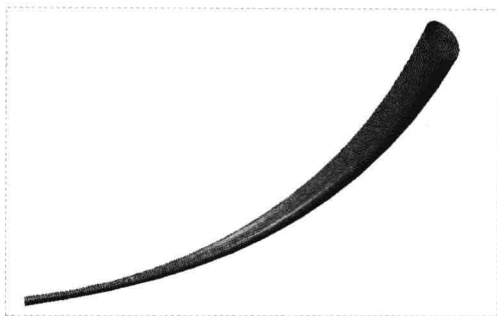

图 9-43 创建扫描混合曲面
Step 05 单击“关闭”面板中的“确定”按钮，完成截面绘制并退出草绘环境，单击“应用并保存在工具中所做的所有更改，然后关闭工具操控板”按钮，即可创建扫描混合曲面，如图 9-43 所示。